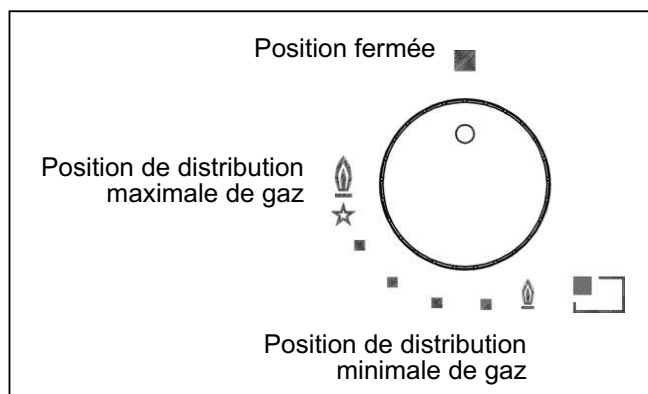

FIG. 1
Enfoncer et tourner dans le sens inverse des aiguilles d'une montre le bouton correspondant au brûleur à utiliser, l'amener sur la position Maximum (grande flamme fig. 1) puis enfoncer le bouton à fond.
Avec les brûleurs dotés d'un thermocouple de sécurité, il faut tourner dans le sens inverse des aiguilles d'une montre le bouton correspondant au brûleur à utiliser, l'amener sur la position Maximum (grande flamme fig. 1) jusqu'à entendre un léger déclic puis enfoncer le bouton et répéter les opérations indiquées précédemment.
- Lorsque l'ébullition a été atteinte, amener le bouton sur la position Minimum (petite flamme fig. 1).
- **on ne peut procéder à l'allumage des brûleurs dotés d'un thermocouple de sécurité que lorsque le bouton est sur la position Maximum (grande flamme fig. 1).**